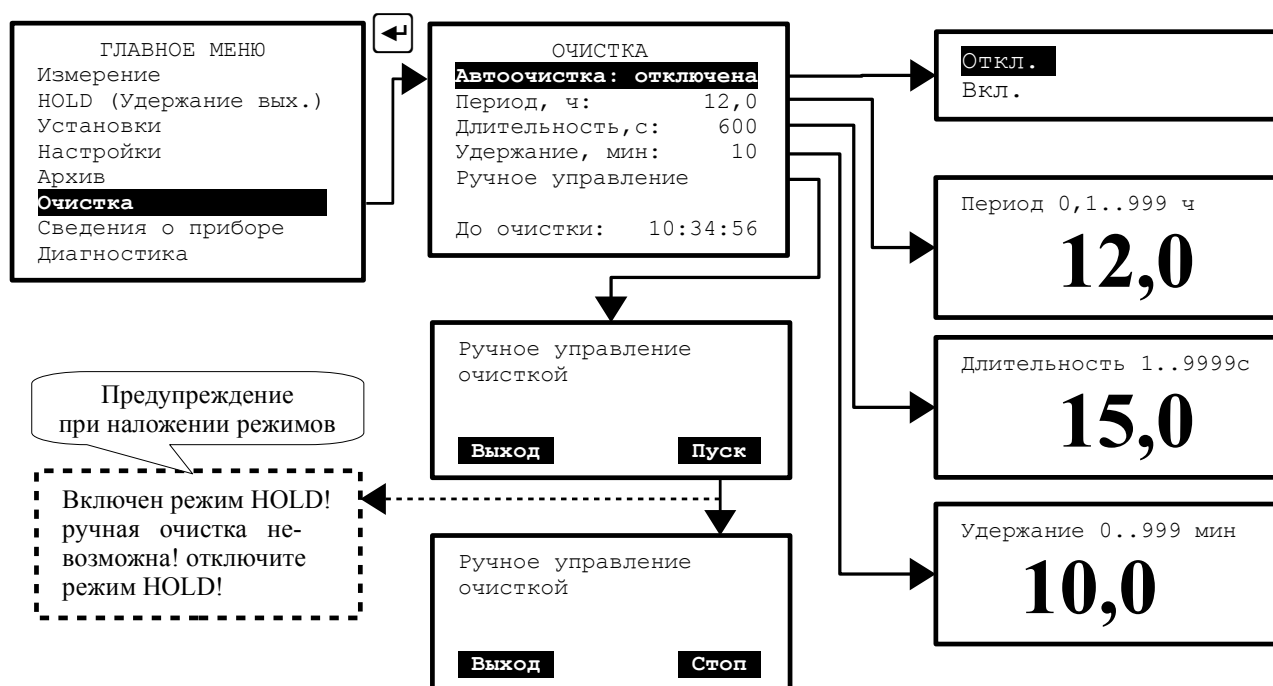

Рисунок 21 - Установка параметров режима очистки
3.3.7.1 Режим очистки (смотри Рисунок 21) предназначен для управления устройством воздушной, струйной, ультразвуковой или другими видами очистки датчиков путём включения исполнительного реле (реле № 4).
3.3.7.5 Управление работой исполнительного реле возможно в режиме ручного управления (Рисунок 21). После выхода из режима ручного управления